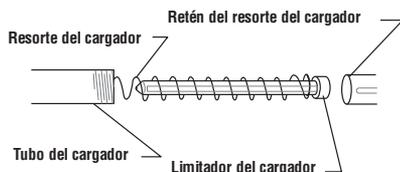

IMAGEN 17
8. Introduzca el extremo menor del limitador del cargador en el resorte del cargador. Véase la Imagen 17.